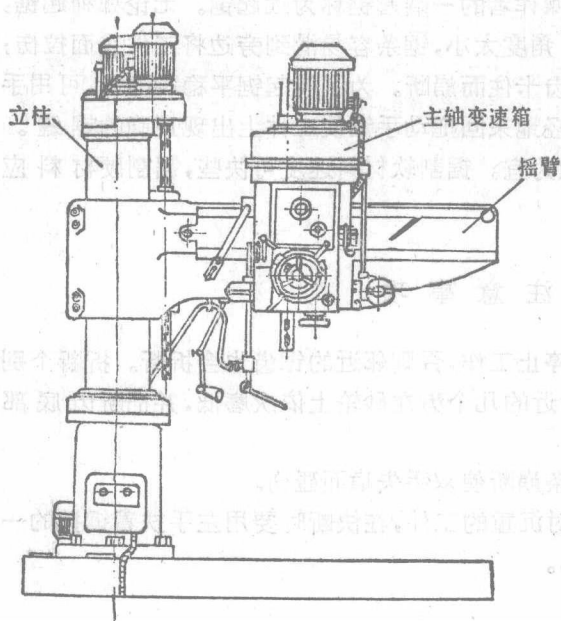

图 1-14 摇臂钻床
3.摇臂钻床 摇臂钻床(图1-14)的主轴变速箱能在摇臂上作大范围的移动,而摇臂既能沿立柱上下移动,又能绕立柱回转 360° ,所以摇臂钻床能在很大范围内进行孔的加工。